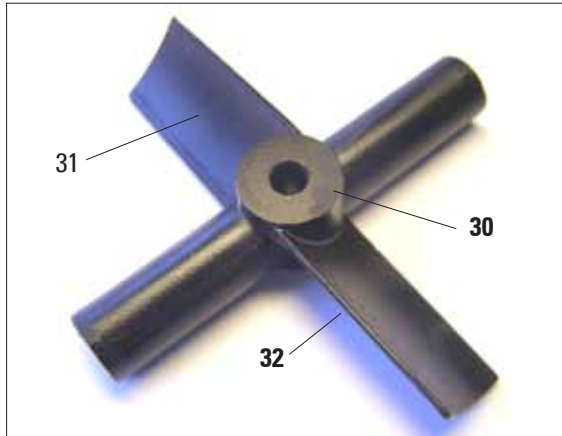

Fig. 7
- Desembale o agitador magnético (30, Fig. 7) e insira na retorta.
(Fig. 7) Inserir o agitador de modo incorreto resultará em mistura insatisfatória.